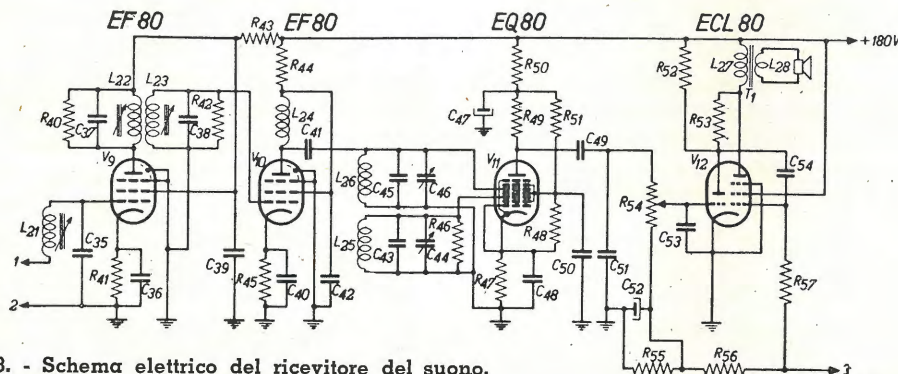

Fig. 3. - Schema elettrico del ricevitore del suono.
In fig. 3 è riportato lo schema del ricevitore suono. La M.F. suono è prelevata dal canale video per mezzo della bobina di accoppiamento L9 che vedesi in fig. 2 (1) ed applicata per mezzo delle connessioni 1 e 2 al primo stadio di amplificazione. Il circuito di entrata di tale stadio è sintonizzato su 10,7 MHz per mezzo di nucleo ferro-